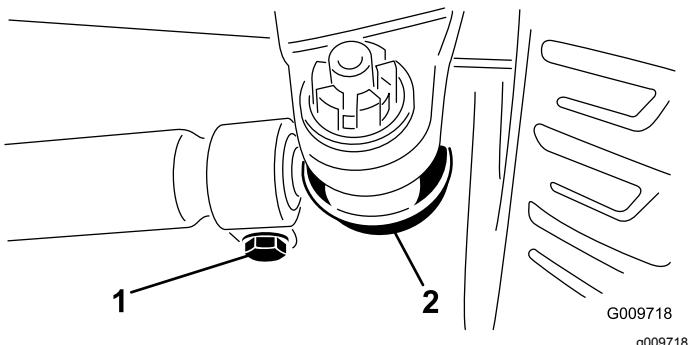

図 88
- 調整が必要な場合は、タイロッドのボールジョイントのコッターピンとナットを外す図 88。アクスルケースサポートからタイロッドのボールジョイントを外す。
- タイロッド両側のクランプをゆるめる図 88。